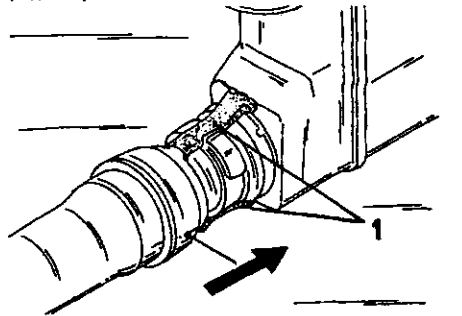

Рис. 159. Два язычка фиксаторов (1) запирают замки шлангов на радиаторе.
- Нажать на замок в направлении стрелки (Рис. 159) до освобождения язычка фиксатора (1). После этого отсоединит шланг от радиатора.
- Повернуть стопорное кольцо (2) на рисунке 158 на пол-оборота вправо и вставить шланг в штуцер радиатора.